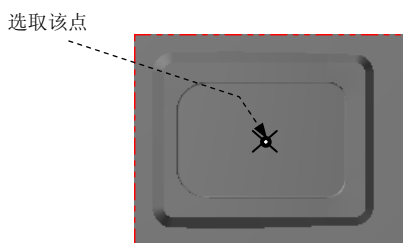
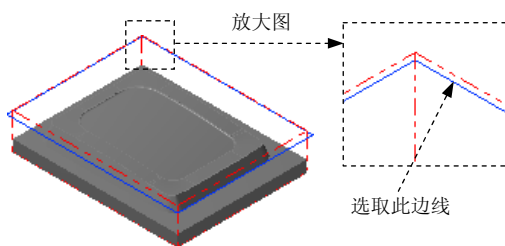

图 5.4 定义基准点
图 5.5 绘制矩形边界
Step1. 绘制矩形边界。单击顶视图按钮，选择命令，系统弹出“矩形”工具栏。在“矩形”工具栏中确认按钮被按下，选取图 5.4 所示的坐标原点，然后在后的文本框中输入 145，在后的文本框中输入 115，按 Enter 键。单击按钮，完成矩形边界的绘制，结果如图 5.5 所示。
(2) 设置加工边界。在区域中单击按钮，系统弹出“串连选项”对话框。在图形区中选取图 5.5 所示的边线。单击按钮，系统返回至“刀具路径的曲面选取”对话框。
(3) 单击按钮，完成加工区域的设置，同时系统弹出“曲面粗加工挖槽”对话框。